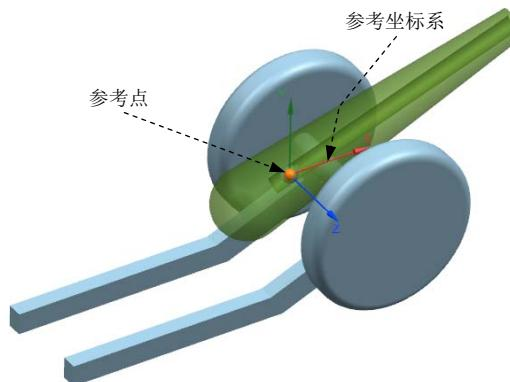

图9.5.3 定义参考点和坐标系
(4) 定义参考坐标系。在**方向**区域中单击**\* 指定 CSYS**，然后在右侧单击“CSYS对话框”按钮，在系统弹出的“CSYS”对话框的**类型**下拉列表中选择**动态**选项，单击**确定**按钮，完成参考坐标系的定义，如图9.5.3所示。
(5) 采用系统默认的显示比例和名称，单击**确定**按钮，完成标记的创建。